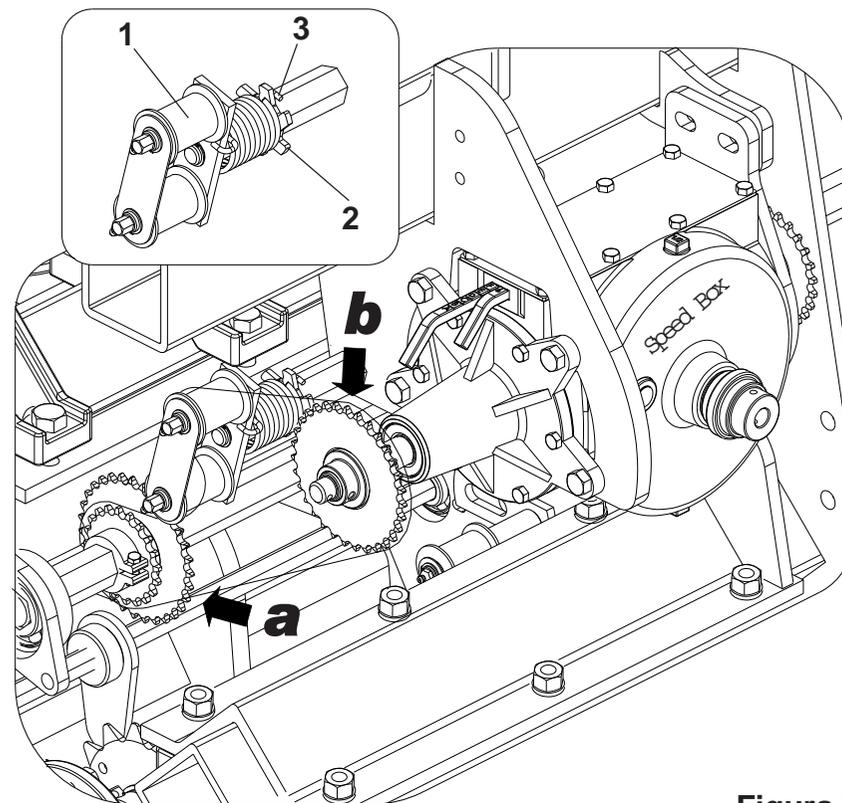

Figura 35
11 - REGULAGEM PARA DISTRIBUIÇÃO DE ADUBO (Figura 35)
- 6 - O esticador (1) é dotado de mola de torção para maior flexibilidade do mesmo, se necessário maior pressão no esticador, gire a roseta (2) passando o engate da mola (3) para o outro dente da roseta. **Figura 35**.